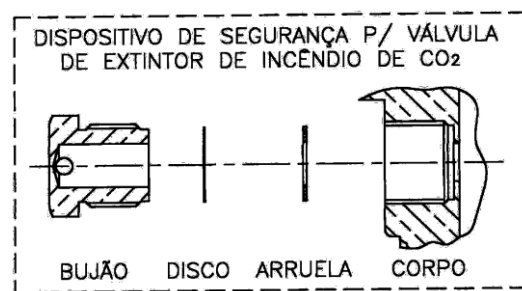

Fig. 2 - Disp. Seg. Bujão com Rosca Externa
3.1 Para válvulas com bujão rosca externa conforme Fig. 2 (3.4.50.00487 e 3.4.50.00478):